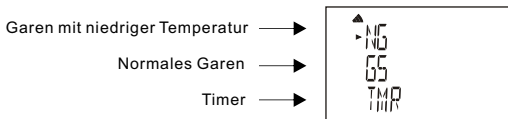

Abb. 1 – Hauptmenü (Deutsch)
- Wählen Sie den Garmodus: Drücken Sie im Hauptmenü (Abb. 1) die Taste ▲ oder ▼, um den Garmodus zu wählen.
- Wählen Sie das Garen mit niedriger Temperatur aus: Drücken Sie im Hauptmenü (Abb. 1) die Taste ▲ oder ▼, um das Garen mit niedriger Temperatur zu wählen. NG, Französisch: CBT).
- Wählen Sie das normale Garen: Drücken Sie im Hauptmenü (Abb. 1) die Taste ▲ oder ▼, um das normale Garen zu wählen (Deutsch; GS, Französisch: DC).
- Rufen Sie die Timer-Funktion auf: Drücken Sie im Hauptmenü (Abb. 1) die Taste ▲ oder ▼, um den Timer auszuwählen (TMR). Drücken Sie nun ►, um Ihre Auswahl zu bestätigen und mit dem nächsten Schritt fortzufahren.